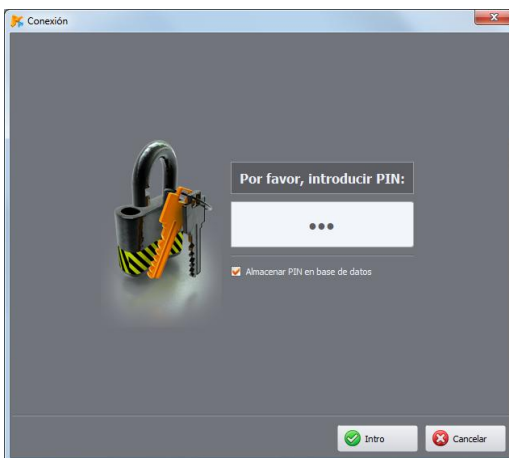

Fig. 7. Verificación del código PIN.
- La introducción en la base de datos se puede realizar de forma manual (ver el punto 5) o mediante la conexión al analizador vía USB introduciendo el código PIN correcto y seleccionando la opción **ALMACENAR PIN EN BASE DE DATOS** (ver la Fig. 7). El analizador se añade a la base de los analizadores (no se aplica PQM-707).
Si el inicio de sesión automático falla, aparece de nuevo la ventana como se muestra en la Fig. 7.